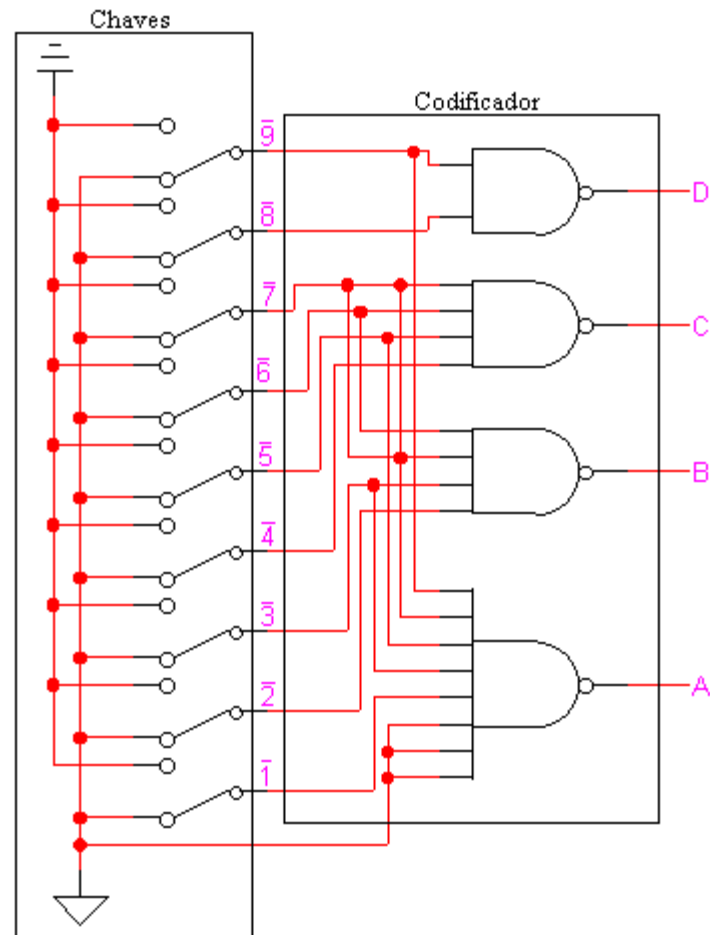

Figura 2 – Codificador BCD
3. A saída do codificador da **Figura 2** está no código BCD. Foi preenchida uma tabela da verdade e notou-se que tudo estava perfeito, exceto que em uma certa saída foi obtido DCBA = 0100 em vez de DCBA = 0101. Qual dos seguintes defeitos seria o mais provável?
4. Ao se implementar o codificador da **Figura 2**, notou-se que tudo estava correto, exceto que: